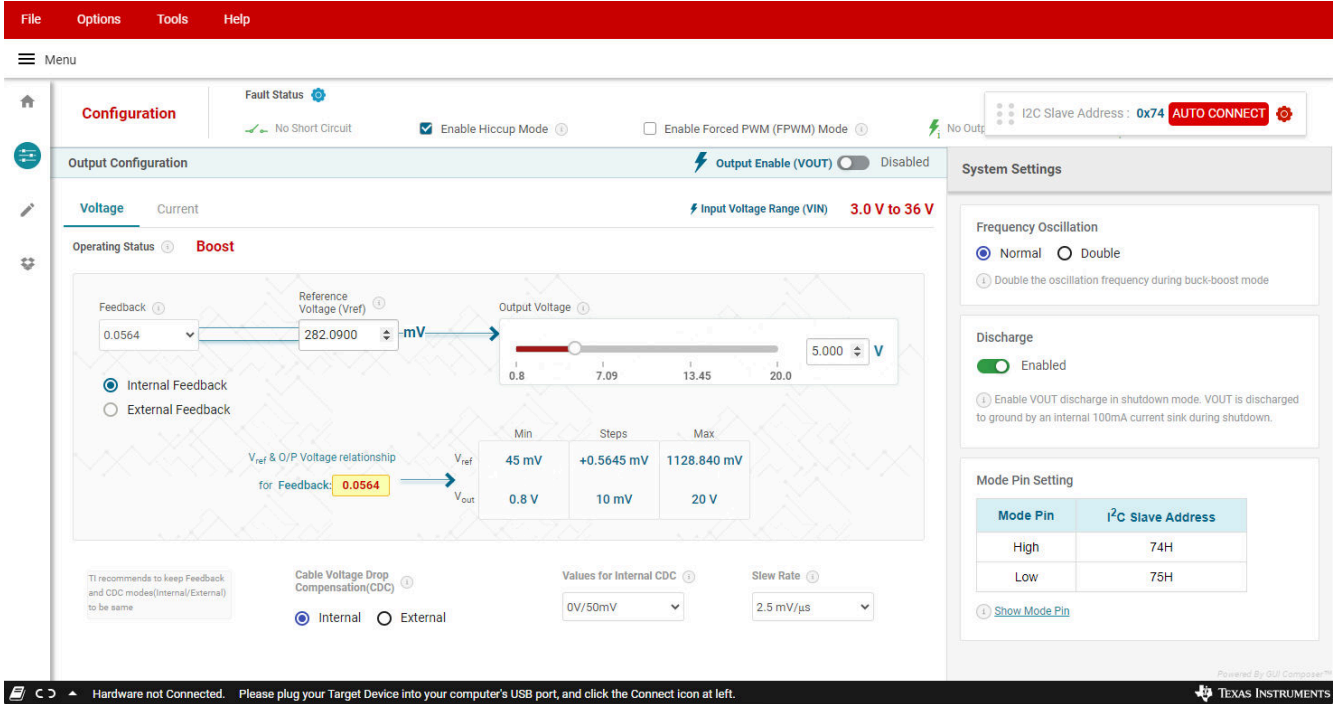

图 3-4. TPS55289Q1EVM-011 的 GUI 用户界面
4. 点击“Start”（开始）按钮，将显示 TPS55289Q1EVM-011 的 GUI 用户界面 (图 3-4)。